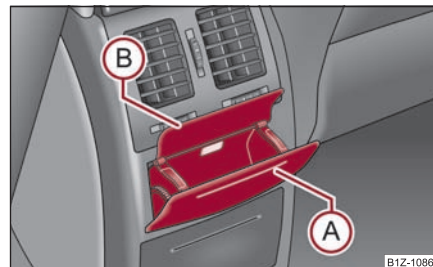

Fig. 115 Consola central alta: Cenicero trasero
- Presione la parte superior de la tapa del cenicero en la zona (A) ⇒ fig. 115.